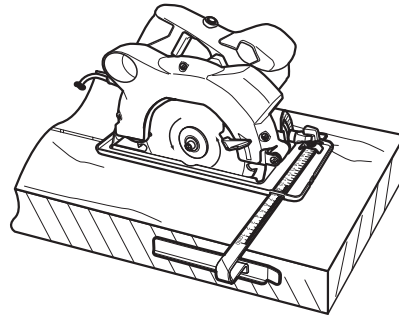

Fig. 13
- > Instale la guía paralela (13) en el producto tal y como se ha descrito anteriormente y ajústela a la anchura deseada.
- > Coloque el producto lateralmente respecto a la pieza de trabajo y guíe lo a lo largo del borde (Fig. 13).